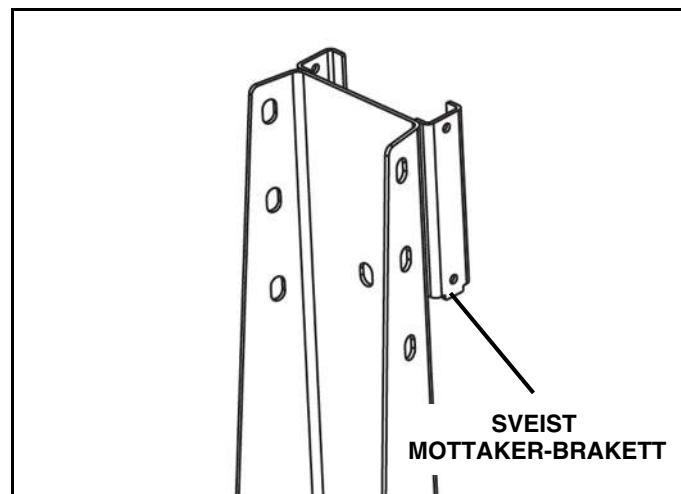

Figur 1-5
4. Skyv mottakeren inn i braketten med 6-pluggs innkretsprogrammeringsplugger plassert vertikalt i den åpne enden av braketten. Fest mottakeren med en 1/4" x 6" sekskantskru og en 1/4" låsemutter. (Se Figur 1-5).